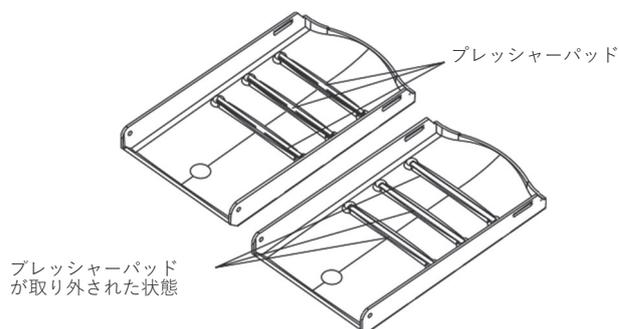
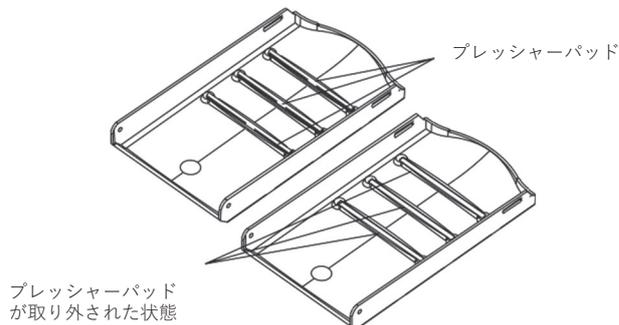

Fig8. リッド
Fig10. リッドの改造
Cup Loading Manifold の使用に先立ち、リッドを一部修正する必要があります。リッドの3本のプレッシャーパッドを外してください (Fig 10)。プレッシャーパッドを取り外した後に残る接着剤も除去してください。IPGphor IIはあらかじめプレッシャーパッドが付いていない状態で供給されますので、この修正は必要ありません。プレッシャーパッドを除去したリッドを使用してStrip HolderまたはCup Loading Strip Holderを泳動する場合は、リッドアダプター (Fig 8) を使用します。
3. Ettan IPGphor (II) のプラットフォームをペーパータオルなどで拭き、表面が乾燥していることを確認します。プラットフォーム上にセラミックトレイを設置します。セラミックトレイの小さなT字型の突起をプラットフォームのヒンジ近くにある穴にあわせて設置します（Fig 10）。セラミックトレイの中央に水準器を設置し、セラミックトレイが水平に設置されていることを確認します。